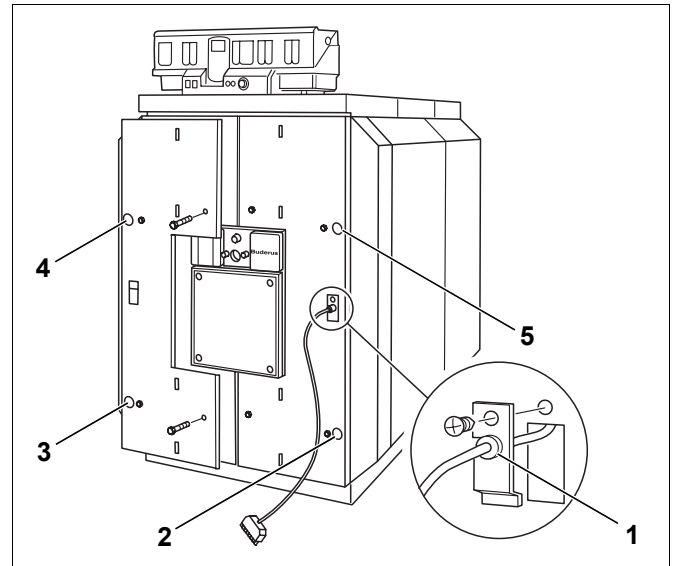

Bild 57 Brenner-türverkleidung montieren
- Brennerkabel mit der Zugentlastung in die Kabeldurchführung einrasten (Bild 57, **Pos. 1**).
- Brenner-türverkleidung von vorne auf die Brenner-tür aufsetzen und mit vier Maschinenschrauben an dieser anschrauben (Bild 57, **Pos. 2 bis 5**).